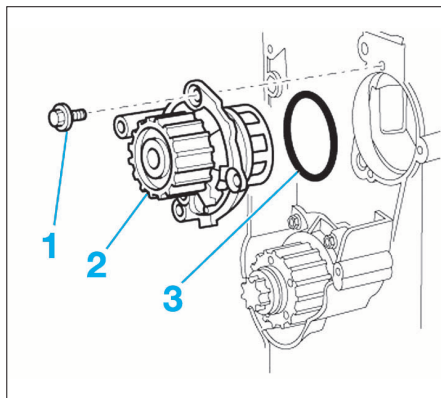

FIG. 32
- Déposer les vis de fixation (1) de la pompe à eau (2) puis déposer celle-ci et récupérer son joint torique (3) (Fig.32).